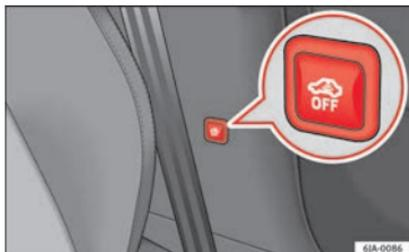

Fig. 127 Tasto dell'antifurto volumetrico e per il controllo del dispositivo antitraino.
- Premendo il tasto  **fig. 127** nel piantone centrale, il simbolo retroilluminato di colore rosso  situato nel tasto diventa arancione.